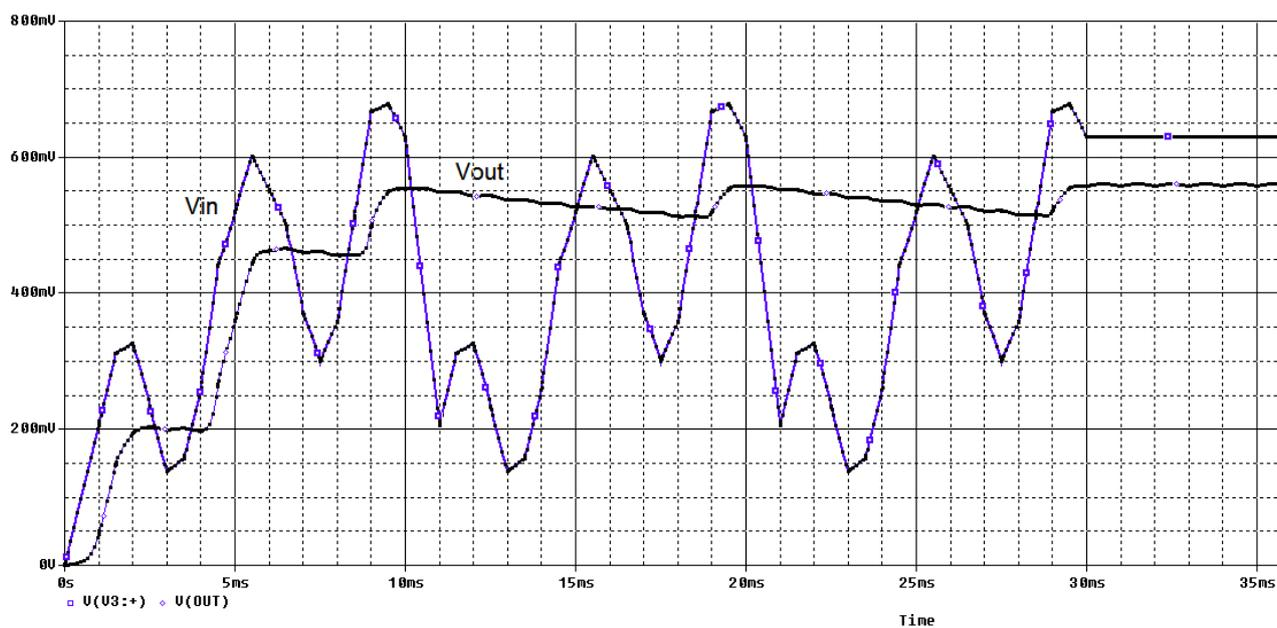

Рис. 8.24. Трехкратное повторение стимула
7. Исследуем источник VPWL_F_RE_N_TIMES. Этот сигнал из библиотеки Source может повторяться N раз. В схеме указываем тот же путь к текстовому файлу. В свойствах источника устанавливаем параметр REPEAT_VALUE=3 и отображаем это на схеме. После моделирования получим графики (рис. 8.24).